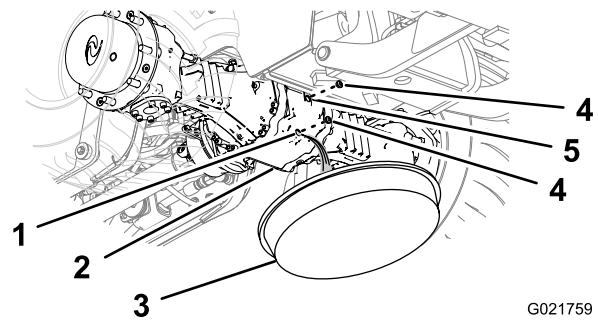
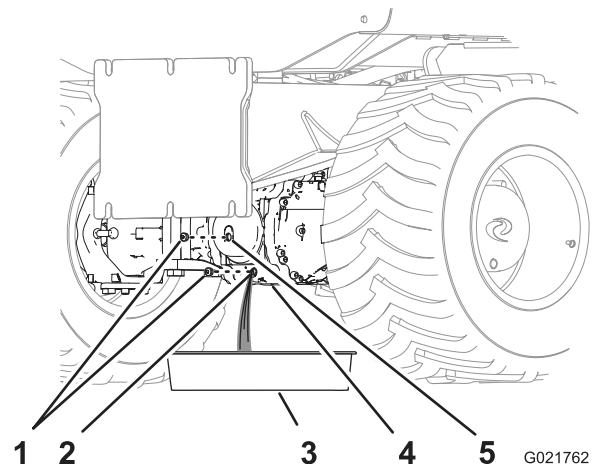

Figura 66
Figura 67
1. Mettete una bacinella di spurgo sotto l'alloggiamento del pignone dell'assale (Figura 66 e Figura 67).
2. Rimuovete i tappi dal foro spia e dal foro di spurgo nell'alloggiamento del pignone (Figura 66 e Figura 67).